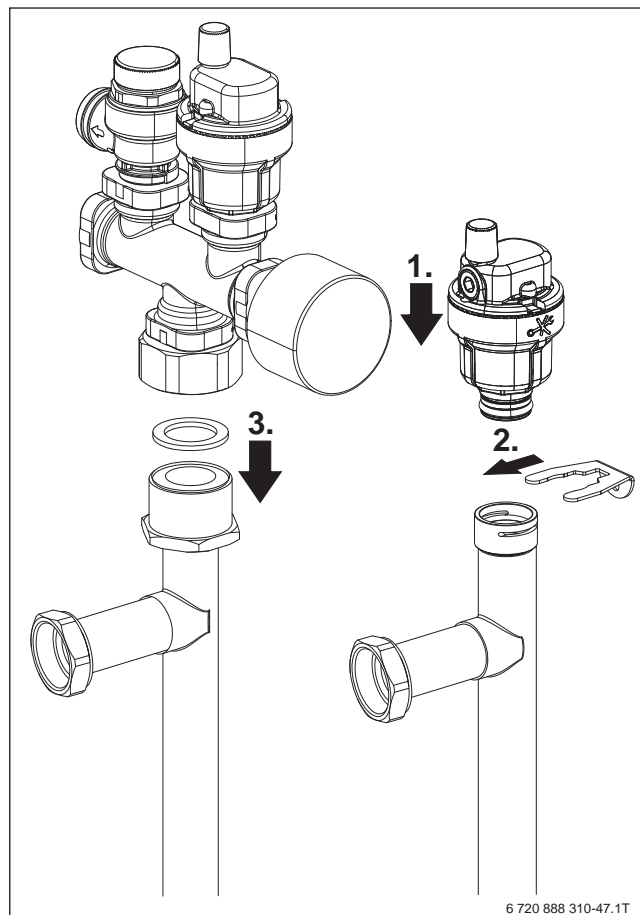

Bild 89 Sicherheitsgruppe und Entlüftungsventil
- ▶ Die Warmwasser-Rohrleitungen der Inneneinheit und die Sicherheitsgruppe installieren (→ Bild 89). Bei der Arbeit am unteren Anschluss können die Rohrleitungen zur gewünschten Seite gedreht werden.